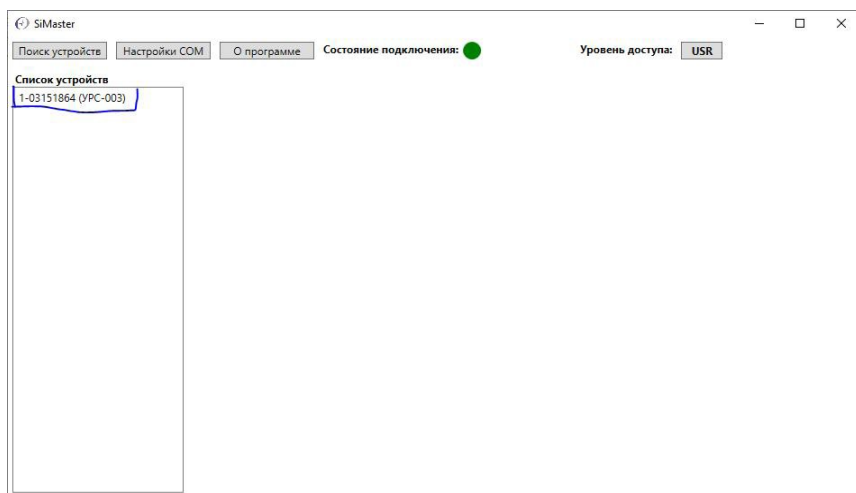
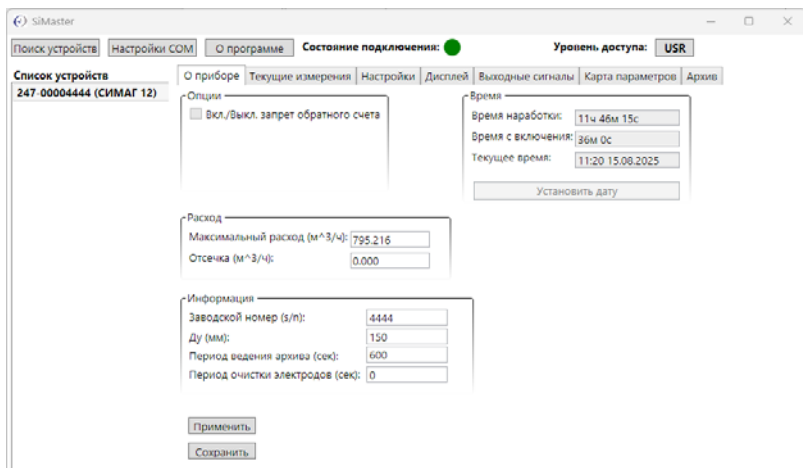
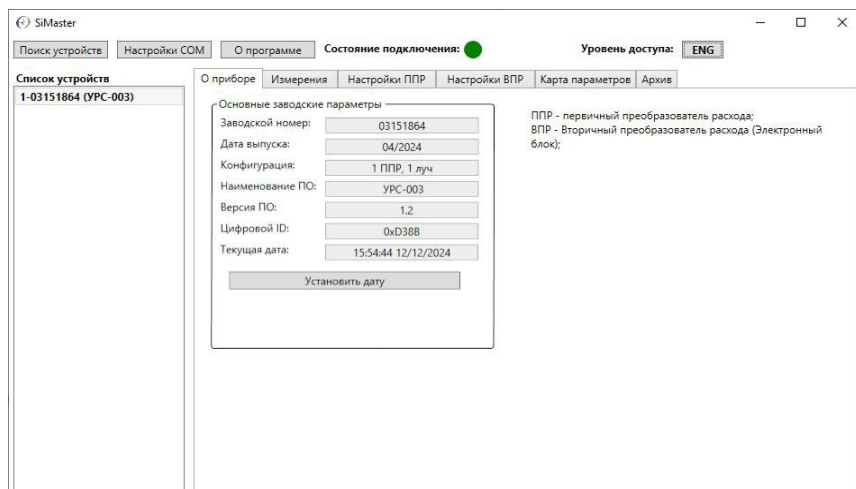

Рисунок 2.4 – Список обнаруженных устройств
Рисунок 2.5 – Основное меню для работы с расходомерами Симаг 12 / Симаг 23
Рисунок 2.6 – Основное меню для работы с расходомерами УРС-003
6. В перечне «Список устройств» рисунок 2.4 курсором мыши выбрать необходимый прибор и, справа, на соответствующих вкладках информационного поля, можно проконтролировать его основные рабочие параметры. В зависимости от типа расходомеров основное меню различается рисунок 2.5, рисунок 2.6;
После успешного завершения процесса соединения в секторе «Список устройств» отобразится перечень доступных приборов, – рисунок 2.4.